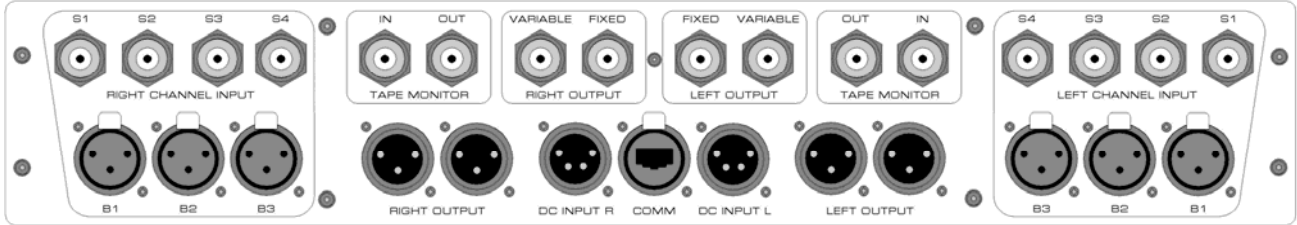

Figure 3: Panneau Arrière du préamplificateur MOON P-8
Le panneau arrière du **Préamplificateur Double Mono MOON P-8** est semblable à la Figure 3. Il y a deux rangées de connecteurs d'entrées et de sorties. La rangée supérieure contient toutes les paires symétriques (RCA) d'entrées et de sorties et la rangée inférieure, les entrées et sorties de type XLR. Résultant du fait que ce préamplificateur est un véritable double mono, les prises d'entrées gauches sont groupées ensemble sur un coté et les entrées droites le sont aussi sur l'autre coté. Il y a quatre (4) paires d'entrées symétriques RCA (S1, S2, S3, S4) et deux (2) paires de sorties RCA également. Une paire de sorties repérée « Variable » est contrôlée et l'autre paire repérée « Fixed » ne sera pas contrôlée par le bouton de volume. **Vous devez toujours connecter votre ampli de puissance aux sorties « Variable right output et Variable left output ».** Si vous optez pour les sorties de type XLR, les deux connecteurs disponibles sont à sorties variables, dont dépendantes du contrôle de volume.